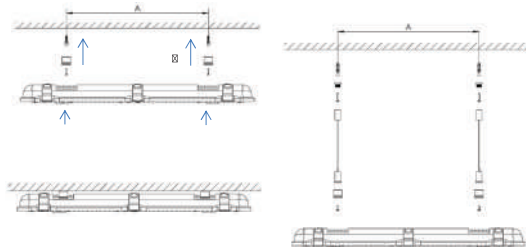

Рисунок 2
5. Установите светильник согласно рисункам ниже (рис. 2,3,4).